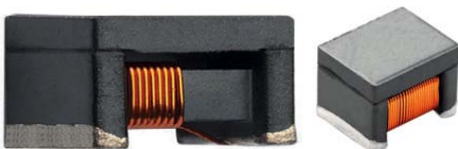

Bild 4: PCA-Familie von Eaton: Automotive-taugliche PoC-Induktivitäten für Breitbandfilterung.
Bild 4: (A) Aufrechte Position mit zweiseitigen Kühlkörpern in einer Reihenanordnung. (B) Waagerechte Einbaulage mit zweiseitigem Kühlkörper und Stapelbaugruppe. Die Biegungen der Leitungen sind repräsentativ.
Um diese Anforderungen zu erfüllen, hat Eaton die PCA-Familie von PoC-Induktivitäten entwickelt. Die Serien PCA1V und PCA2V bieten ein breites Spektrum an Hochstromfestigkeit und hoher Eigenresonanzfrequenz, wie es für die Breitbandfilterung in Power-over-Coax-Anwendungen (PoC) erforderlich ist (Bild 4). Aufgrund der hohen Impedanz über einen weiten Frequenzbereich vereinfacht dieses Bauelement das PoC-Filterdesign.